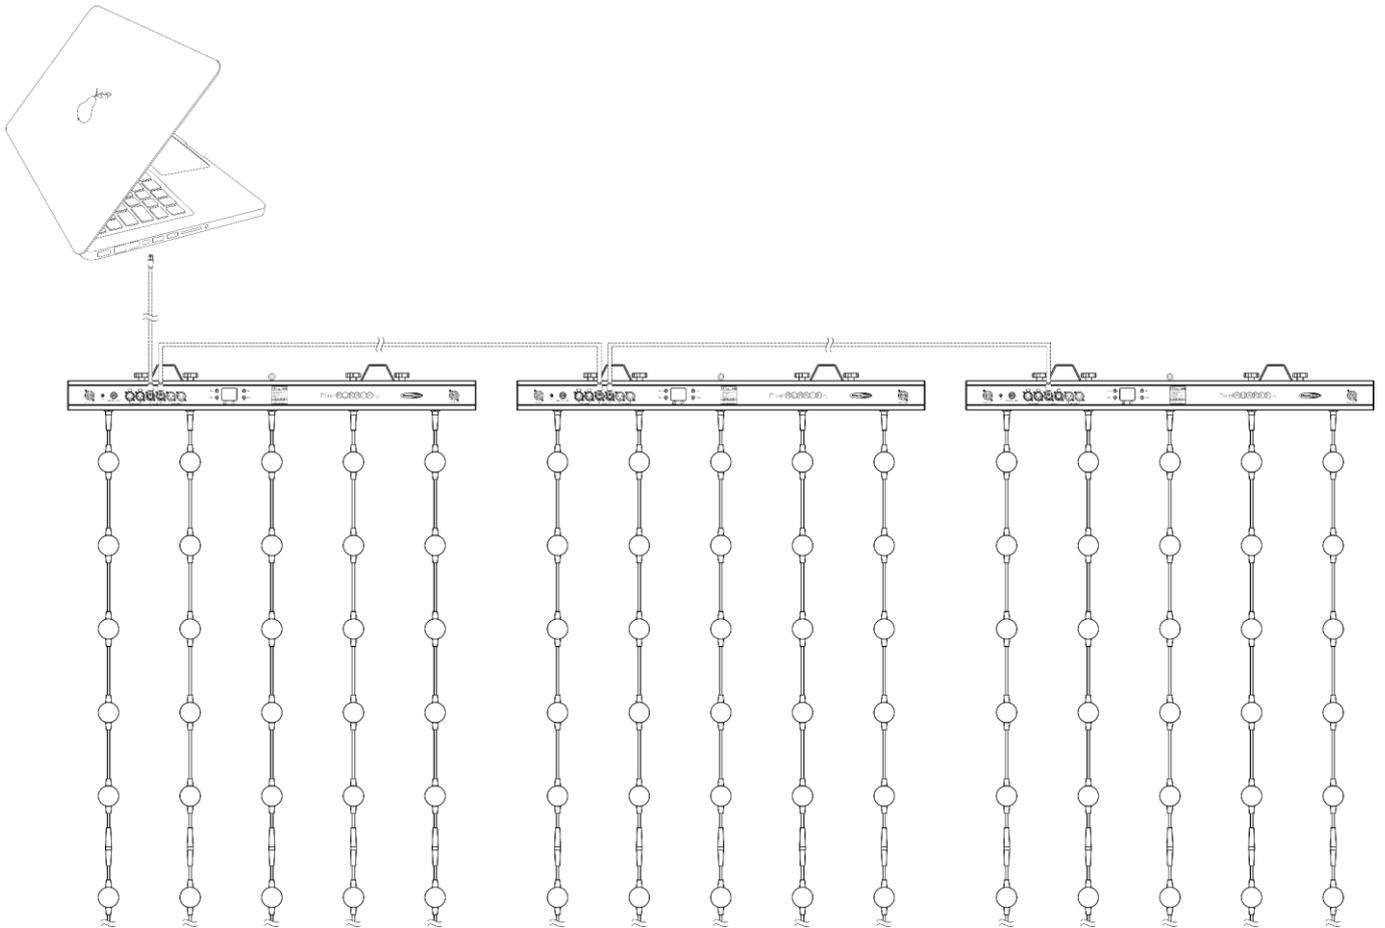

Fig. 10
- 03) Ripetere il passo 2 per collegare tutti i dispositivi come mostrato nella Fig. 10.